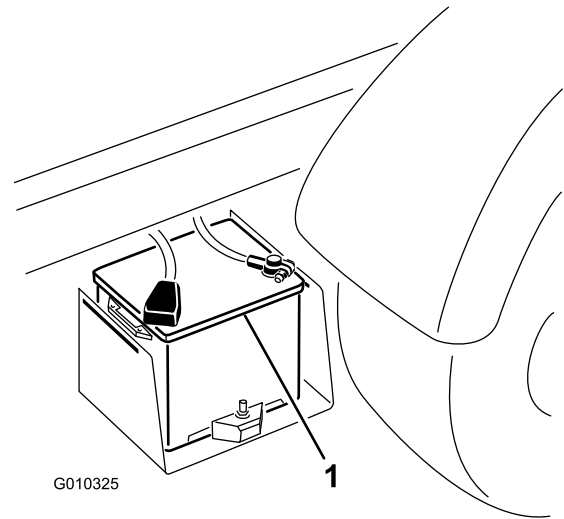

Figura 49
2. Collegate un cavetto portatile tra i poli positivi delle due batterie (Figura 49). Il polo positivo è identificato dal simbolo + sul coperchio della batteria.